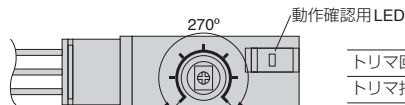

図1. トリマ機械的回転角度
- ・スイッチ出力付センサの圧力調整を行う際は、図1を参照し付属の小型ドライバにて無理な力を加えず、静かに回してください。